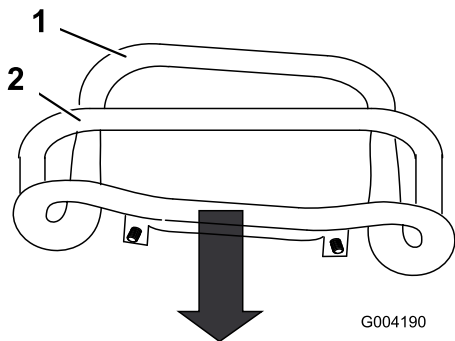

Figura 60
3. Tire hacia atrás del control de tracción hasta que la parte delantera del control entre en contacto con la barra de referencia (Figura 60).